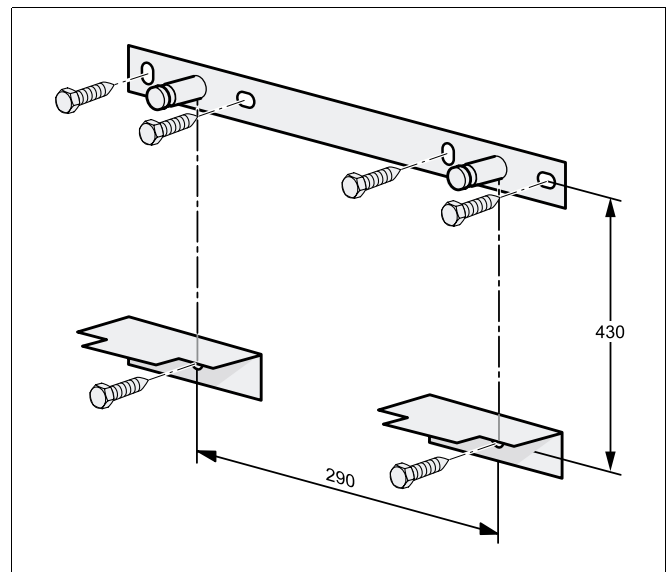

Fig. 9 Distâncias – Unidade de dois consumidores
- Para a unidade de dois consumidores, monte o suporte de fixação à parede em cima e dois distanciadores em baixo, com as distâncias indicadas (Fig. 9, veja também o Capítulo 7.1 "Indicações sobre a disposição no local de instalação", Página 14).